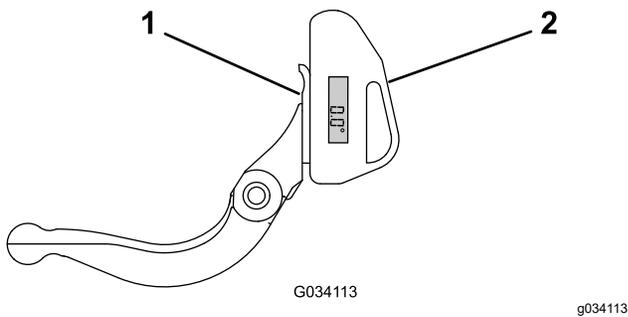

Figura 26
1. Coloque o indicador de ângulo no lado inferior da lâmina de corte, como se ilustra na **Figura 26**.